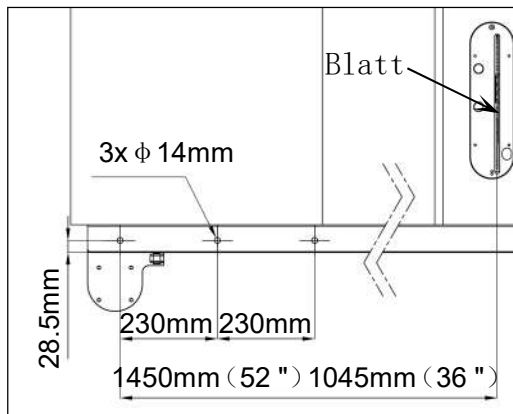
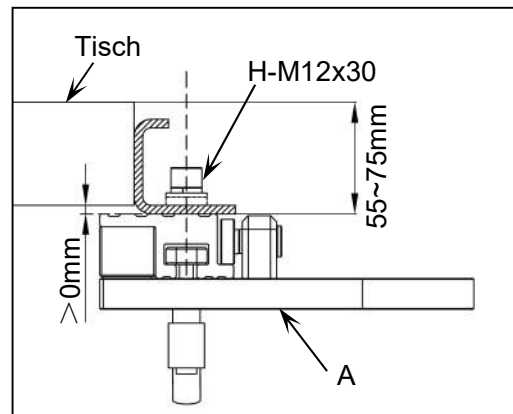

Abb. 6
Abb. 7
3. Bei den hinteren **Anschlagschienen der Serie „Big Eye“**: Stellen Sie sicher, dass die Montagebohrungen an der Schiene mit den Bohrungen an der Säulenhalterung fluchten. Bohren Sie nötigenfalls zur Montage an anderen Systemen Befestigungslöcher gemäß den in **Abb. 6** angegebenen Maßen.
4. Bei herkömmlichen **Anschlagschienen vom Typ „L“**: Überprüfen Sie, ob die entsprechenden Dimensionen wie in der Seitenansicht der Installation die den in **Abb. 7** angegebenen Spezifikationen entsprechen. Sollte dies der Fall sein, bringen Sie bitte die Montagebohrungen gemäß den Abmessungen in **Abb. 6** ein.